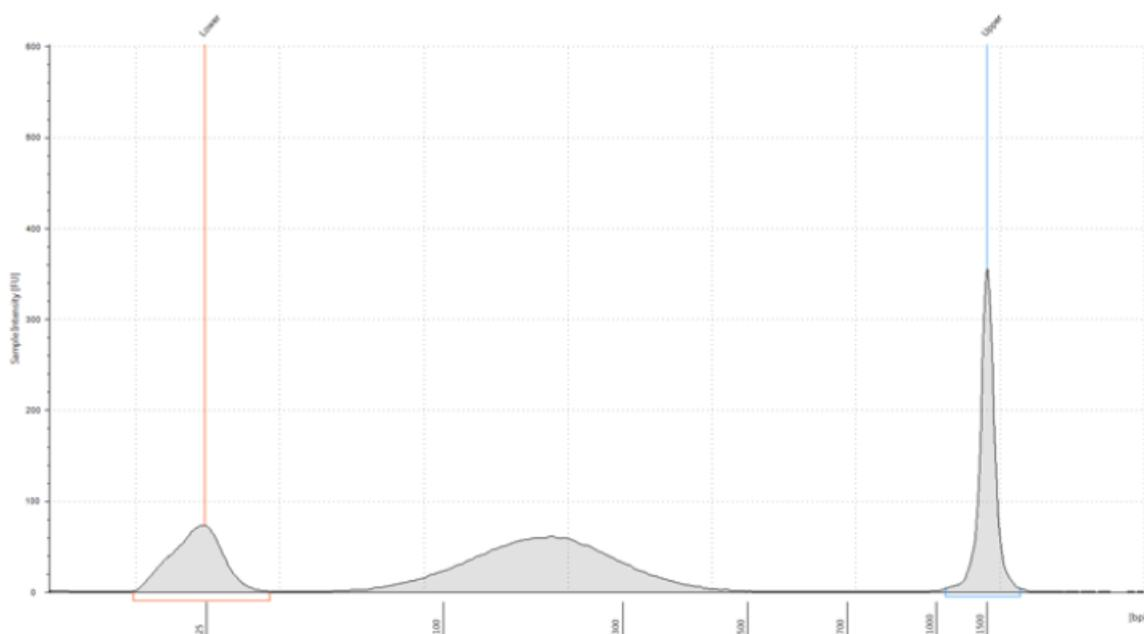

図 11 断片化した gDNA の TapeStation High Sensitivity D1000 アッセイ による泳動図
5. 結果をチェックします。図 11 の泳動図のような分布が得られ、120-150 bp 付近の位置にピークトップがあることを確認します。